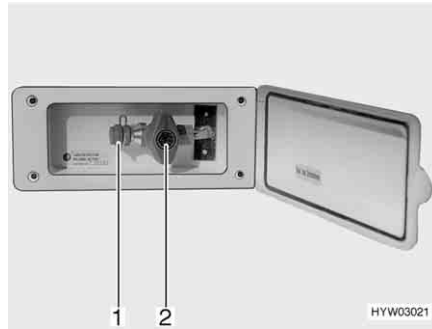

Fig. 98 Raccordement externe de gaz avec robinet d'arrêt de gaz fermé
Le raccordement externe de gaz (Fig. 98) se trouve, selon les modèles, à l'arrière ou sur le côté gauche ou droit du véhicule.
- Raccorder l'appareil à gaz externe sur le raccord (Fig. 98,1).
- Ouvrir le robinet d'arrêt de gaz (Fig. 98,2).